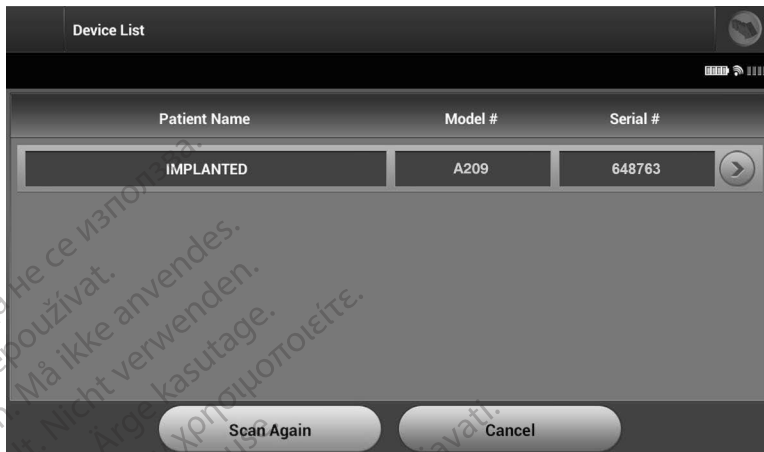

Figura 7: Ecranul listă dispozitive (listă derulantă)
2. Când procesul de scanare este finalizat, va fi afișată o listă cu toate generatoarele de puls detectate (până la 16) pe ecranul Listă dispozitive (Figura 7 la pagina 37). Dispozitivele care sunt în modul depozitare vor fi afișate ca „Neimplantate.” Orice dispozitive care au fost anterior scoase din modul depozitare sunt afișate fie ca „Implantate” sau sub numele pacientului stocat.
Selectați generatorul de puls dorit din ecranul Listă dispozitive (Figura 7) pentru a iniția sesiunea de comunicare.